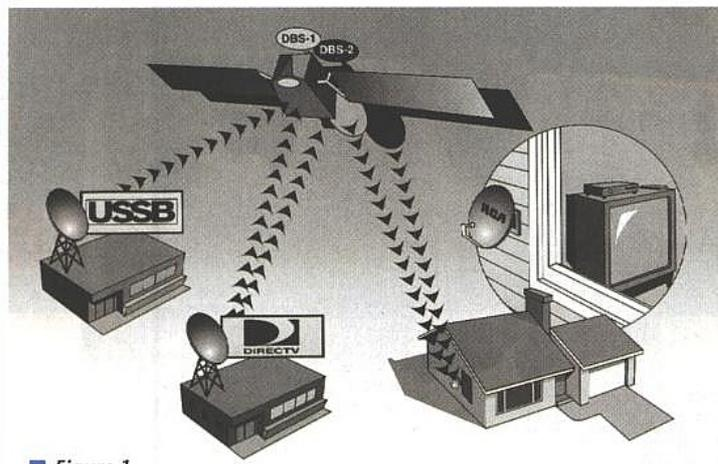

Figure 1
- les transpondeurs – au nombre de 16 par satellite – sont d'une puissance élevée, 120 W chacun, alors qu'ordinairement elle ne dépasse pas 45 W dans la bande Ku (12,2 à 12,7 GHz) dans laquelle les transpondeurs opèrent (voir figure 1).